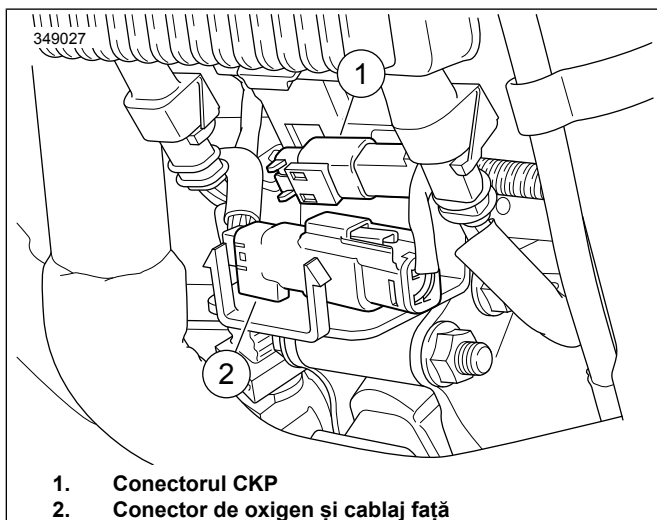

Figura 39. Locația senzorului de oxigen față
Consultați Figura 39 . Deschideți capacul din față al cutiei electrice și deconectați conectorul senzorului de oxigen față (2). Scoateți carcasa conectorilor din cutie.